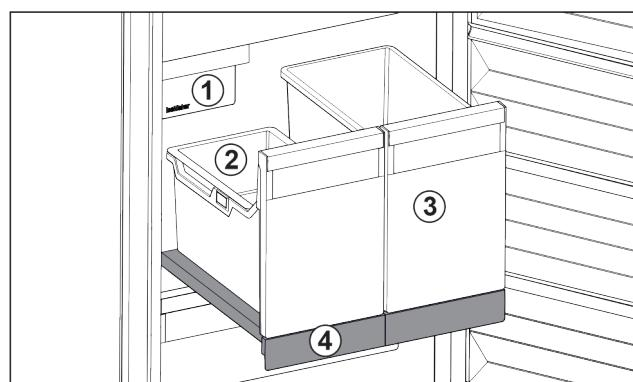

Fig. 17 Vysouvací příhrádka s IceTower
Na vysouvací příhrádce jsou dvě vysoké nádoby (IceTower). V nádobě Fig. 17 (2) se shromažďují a skladují kostky ledu z IceMaker. Nádoba Fig. 17 (3) se hodí pro skladování vysokých potravin jako pizzy nebo alkoholické nápoje.